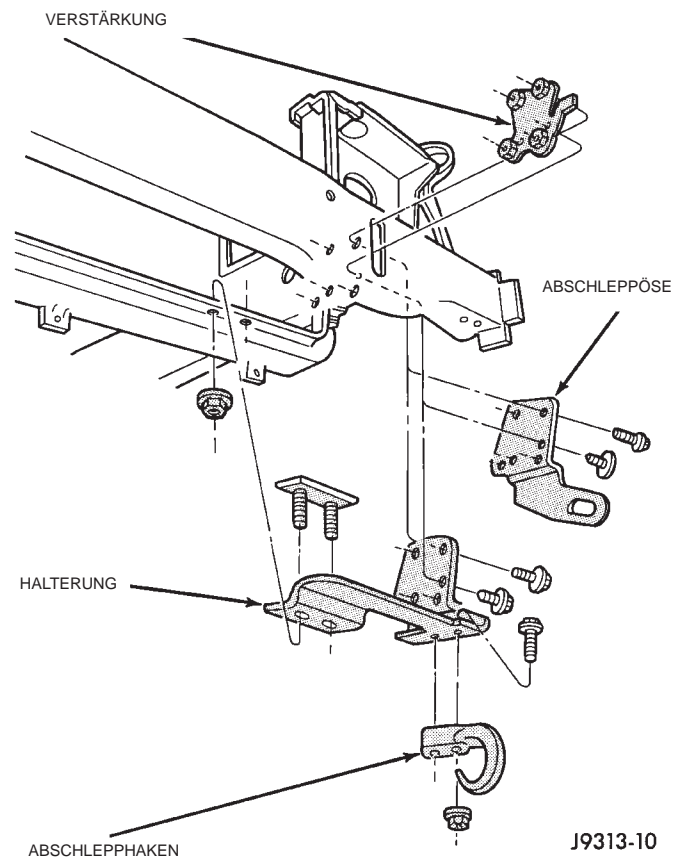

Abb. 1 Vorderer Abschlepphaken
(1) Kühlergrill und Stoßfängerverkleidung abbauen.
(2) Die Befestigungsschrauben und -muttern lösen, mit denen die Abschlepphaken am unteren Querträger befestigt sind (Abb. 1).
(3) Die Abschlepphaken vom unteren Querträger abbauen.